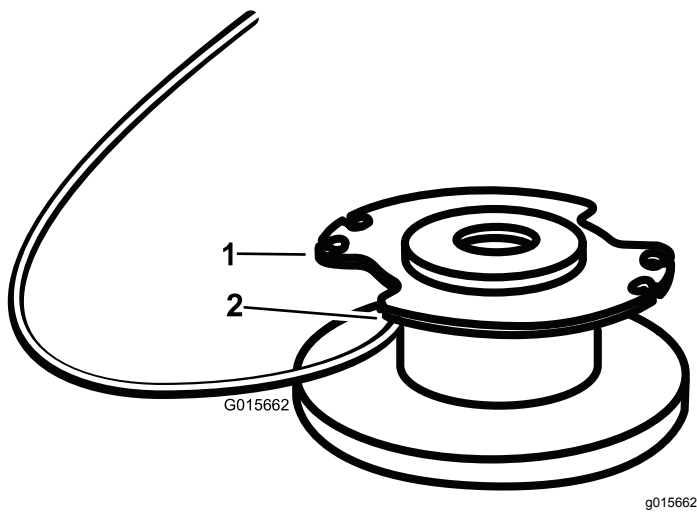

Bild 19
4. Führen Sie den Faden in das Ankerloch ein (Bild 19). Wickeln Sie den Faden in der Richtung auf die Spule, die durch die Pfeile auf der Spule angegeben ist.